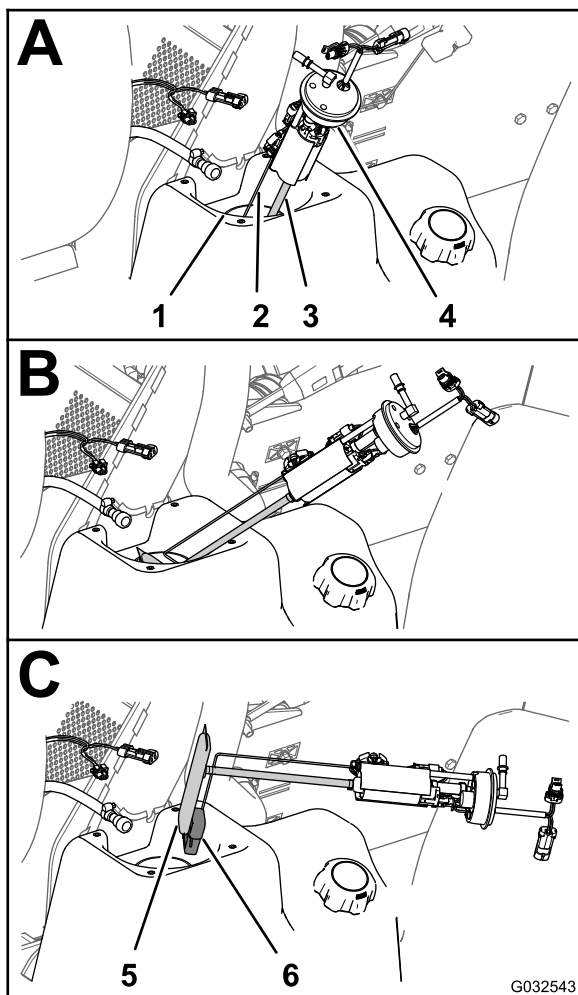
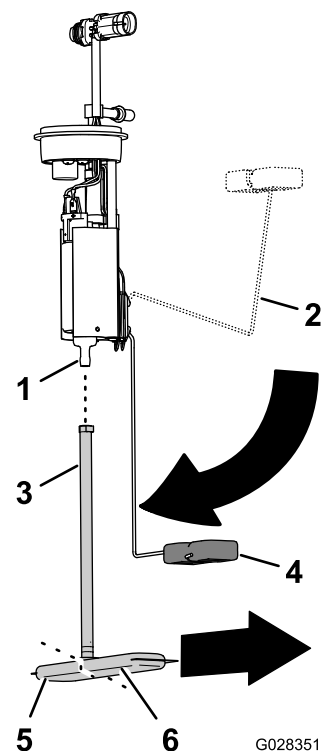

Figura 82
Figura 83
4. Levante y gire cuidadosamente la bomba de combustible/sensor para extraerlos del cuello del depósito de combustible (**Figura 82**).
1. Retire el tubo de aspiración del filtro de combustible del conector de la bomba de combustible (Figura 83).
2. Alinee el tubo de aspiración del filtro de combustible nuevo con el conector de la bomba de combustible (Figura 83).
3. Alinee la pata larga del filtro de combustible con el flotador, con el flotador en la posición de vacío (Figura 83).
4. Introduzca el conector de la bomba de combustible en el tubo de aspiración hasta que el conector quede bien asentado (Figura 83).
1. Junte el brazo del flotador y el tubo de aspiración, e introduzca el flotador y el filtro de combustible por el hueco del depósito de combustible (Figura 82).
2. Coloque la bomba de combustible/sensor en el hueco del depósito (Figura 82 y Figura 83).
3. Instale la junta y la tuerca sobre la bomba de combustible/sensor y sobre el cuello del depósito de combustible, y apriete la tuerca a mano (Figura 82).
4. Conecte el acoplamiento de la manguera de combustible al conector de la bomba de combustible (Figura 82).
5. Conecte el conector hembra de 2 vías del arnés de cables de la máquina al conector de 2 pines de la bomba de combustible/sensor; conecte el conector de 2 pines del arnés de cables de la máquina al conector hembra de 2 vías de la bomba de combustible/sensor (Figura 82).